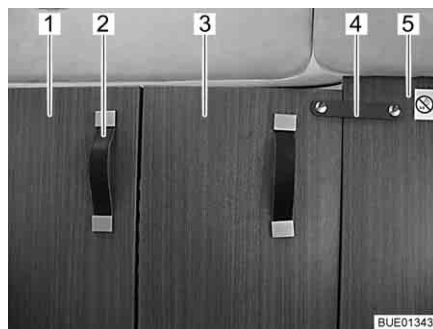

Fig. 43 Separazione cabina di guida, chiusa
- Tirare completamente verso l'interno la separazione cabina di guida (Fig. 43,1) dall'impugnatura (Fig. 43,2).
- Fissare la parte ribaltabile della separazione cabina di guida (Fig. 43,3) con la reggetta di sicurezza (Fig. 43,4) sulla parete intermedia fissa (Fig. 43,5) dietro il sedile del passeggero.